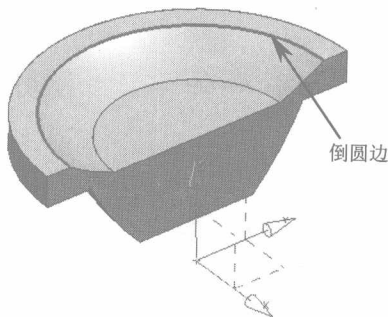
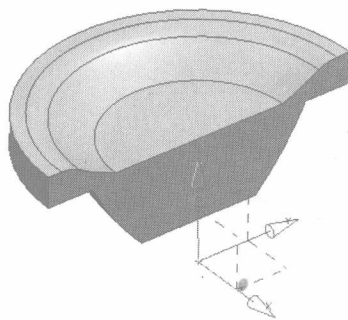

图1-7
图1-8
4. 在菜单栏中选取【插入】/【细节特征】/【边倒圆】命令, 弹出【边倒圆】对话框, 选取图 1-7 所示的实体边缘作为倒圆边, 输入圆角半径为“3.5”, 单击 **确定** 按钮创建边倒圆特征, 如图 1-8 所示。